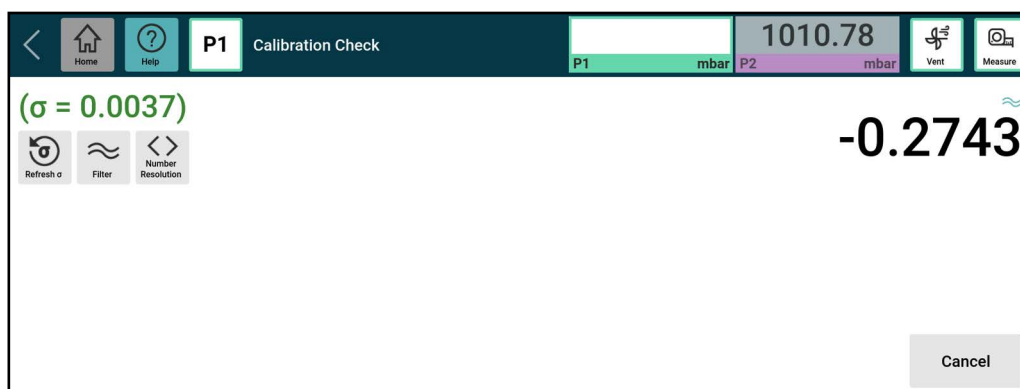

Figura A-9: Tela de Verificação de Calibração
- **Verificação de Calibração** - abre a **tela de Verificação** de Calibração. Ver Figura A-9.
Figura A-9 Mostra a **tela de Verificação** de Calibração que você usa para checar (não calibrar) um sensor. Para encontrar essa tela, selecione o **ícone de Configurações**, depois **Calibração** e insira o PIN de calibração, depois selecione **Correção** do Sensor e selecione o sensor a ser calibrado. Por fim, selecione **Calibration Check**.